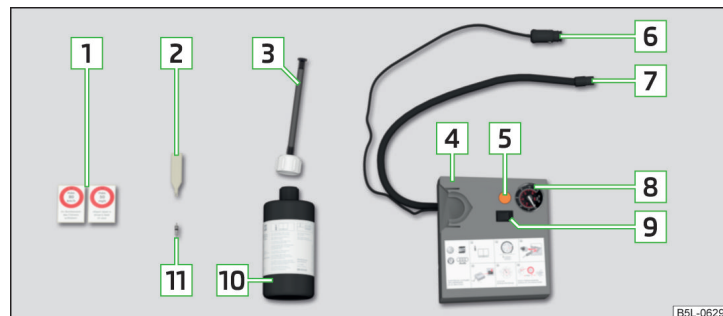

Fig. 338 Descripción del kit de averías
- Introducir el atornillador de inserto de válvula [2] » fig. 338 de la pág. 300 sobre el inserto de válvula de la manera que el inserto de válvula cabe en la ranura del atornillador de inserto de válvula.
- Enrosque fija la manguera de llenado del neumático [7] » fig. 338 de la pág. 300 sobre la válvula del neumático.